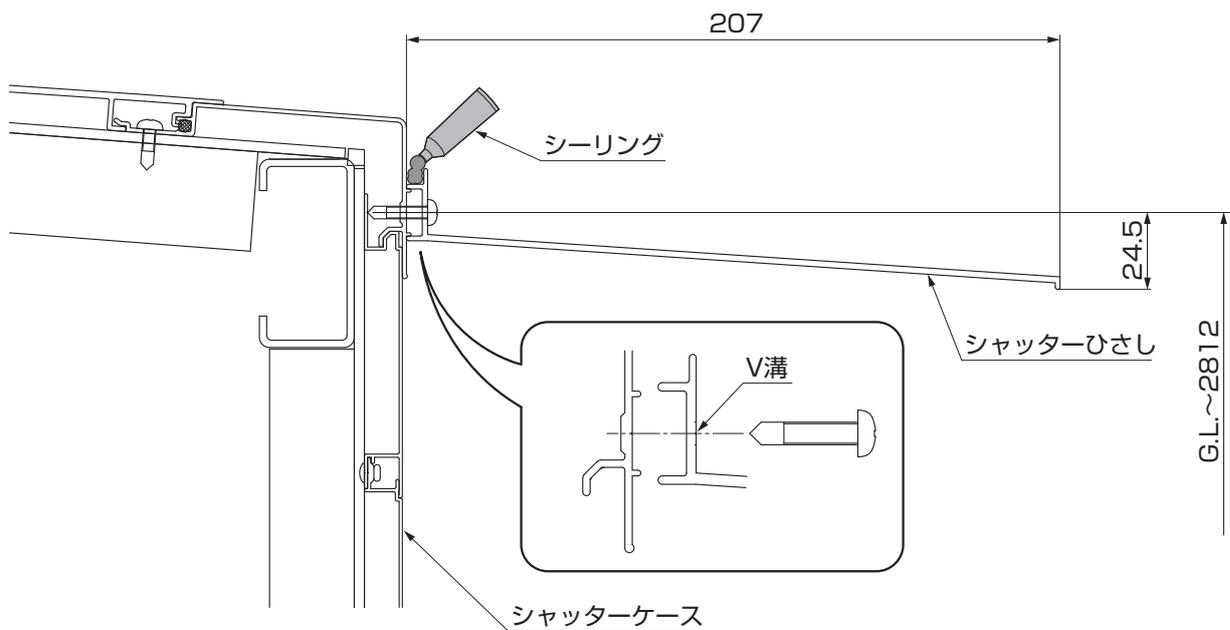

図 1-2 ワイドシャッターC・Fタイプ
- ④シャッターひさし上部に通してシーリング材を充てんしてください。(図1-2参照)